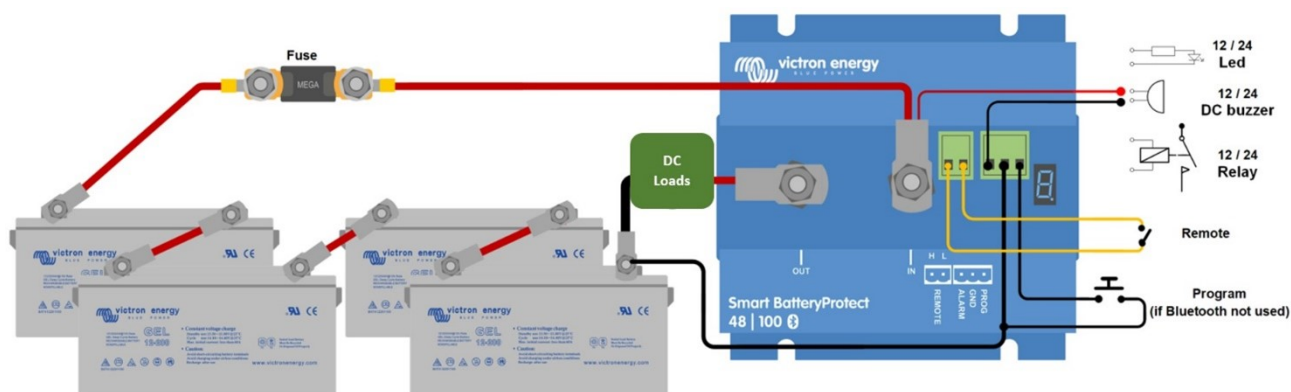

Bild 1 Kopplingschema för SBP 48|100
- En summer, en LED eller ett relä kan kopplas mellan larmutgången och batteriets positiva pol (se bild 1). Maximal belastning på larmutgången: 50 mA (kortslutningssäkrad).